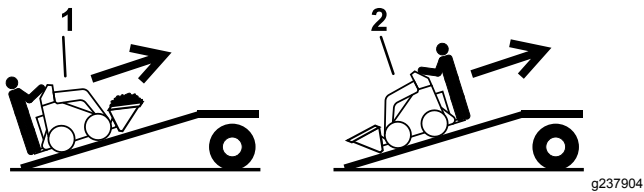

Figura 17
5. Caricate la macchina sul rimorchio con l'estremità più pesante sulla rampa, trasportando i carichi verso il basso (Figura 17).
1. Abbassate la rampa Figura 17